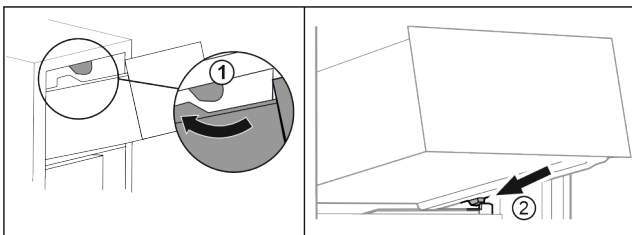

Fig. 23
- ▶ Lade om de bovenste stoppers leiden. Fig. 23 (1)
- ▶ Lade schuin achter de onderste stoppers op containerrib plaatsen. Fig. 23 (2)